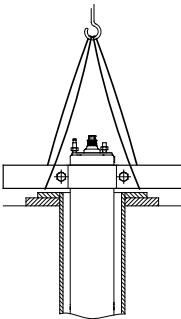

Fig. 15 Motor na posição vertical
- 2. Coloque o motor na posição vertical na boca do poço. Consulte a fig. 15.